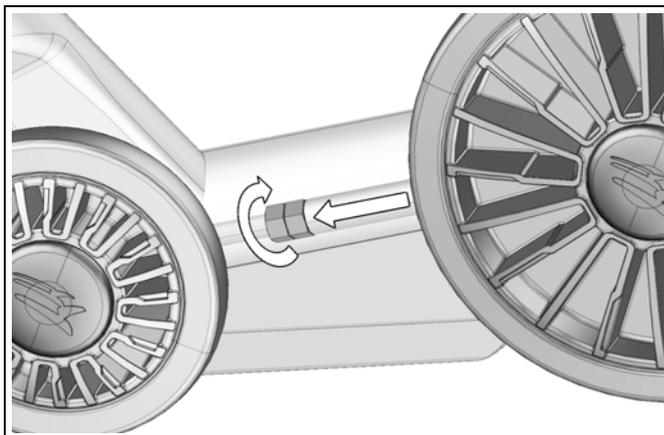

Figure 26
- Régler le tensionneur de chenille au minimum. Voir la Figure 26.